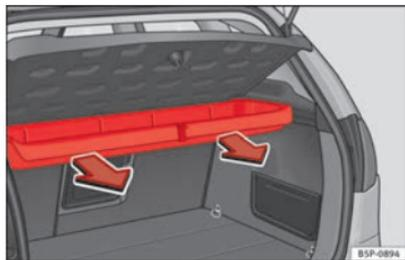

Fig. 118 Démontage du casier de rangement.
- Tirer vers l'extérieur jusqu'à débloquer le casier des axes de rotation ⇒ fig. 118.